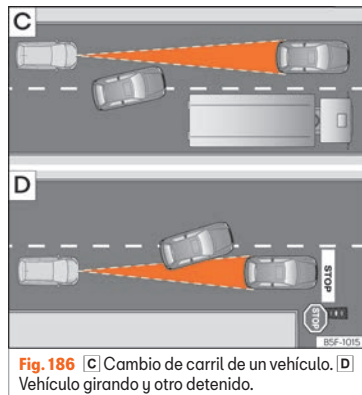

Fig. 186 [C] Cambio de carril de un vehículo. [D] Vehículo girando y otro detenido.
- Vehículos que cambien al carril por el que usted circula a poca distancia de su vehículo »» fig. 186 [C].
El ACC puede no reaccionar ante vehículos detenidos. Si, p.ej., un vehículo detectado por el ACC gira o se aparta y delante del mismo se encuentra un vehículo detenido, el ACC no reaccionaría ante este último »» fig. 186 [D].